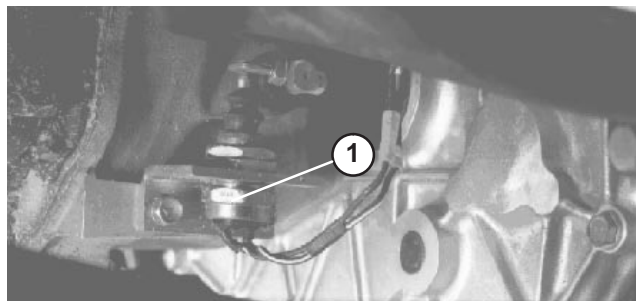

Figure 59
7. Contrôlez de nouveau le réglage du contacteur de sécurité de l'embrayage (Fig. 59). Le démarreur ne doit pas s'engager si la pédale d'embrayage ne se trouve pas à  $3,2 \text{ cm} \pm 3 \text{ mm}$  du plancher. Si un réglage est nécessaire, desserrez les écrous de blocage du contacteur et réglez en haut ou en bas.